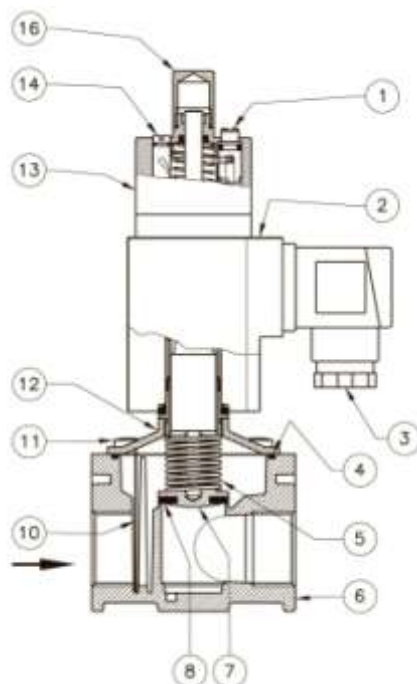

Рис. 1
- **DN 15 ÷ DN 25:** (см. рис. 1) при помощи ключа отпустить винт крепления электромагнитной катушки (12) и снять катушку (11). Отпустить винты крепления крышки (9) и снять крышку (10) с корпуса клапана (4). Проверить состояние затвора (5), прочистить или, при необходимости, заменить манжету затвора (6). Продуть фильтрующий элемент (8) (при его наличии), не извлекая его из корпуса клапана. Затем собрать клапан, выполняя обратную последовательность действий.
Клапан (рис. 1) состоит: винт регулировки скорости открытия (1); электромагнитная катушка (2); электрический коннектор (3); прокладка (4); пружина (5); корпус (6); затвор (7); манжета затвора (8); фильтрующая сетка* (10); винт (11), крышка (12), гидравлический тормоз (13), колпачок тормоза (16).